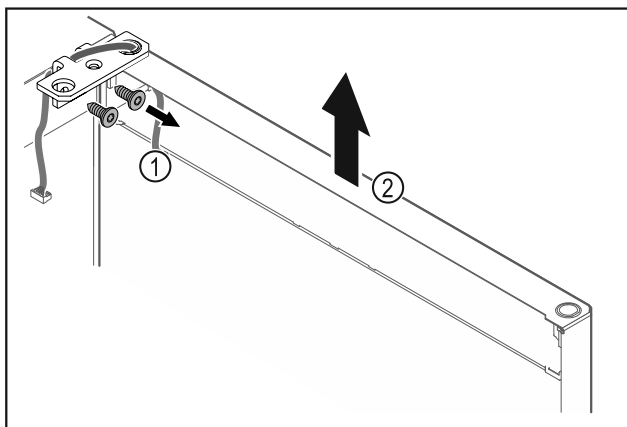

Fig. 18
- ▶ Odskrutkujte uholník závesu Fig. 18 (1).
- ▶ Zdvihnite dvere vrátane uholníka závesu Fig. 18 (2) cca 200 mm nahor a odoberte ich.